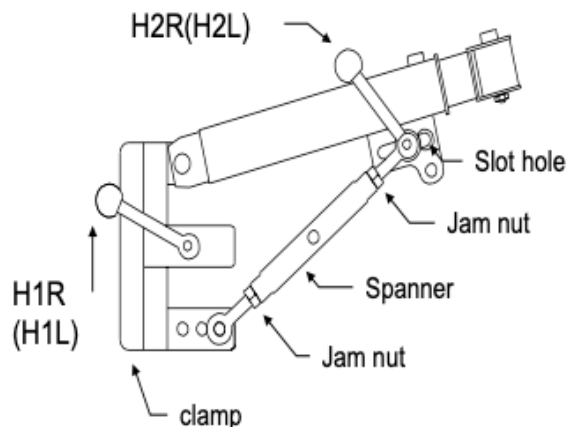

Bild 6
- Lossa nyckelspakarna H2L och H2R (bild 6) så att den kan röra sig i slitshålet. Vrid klämmorna på ett sådant sätt att den är ungefär mitt i slitshålet.
- Håll cykelfronten i handtaget och koppla den på rullstolens framsida. Stäng sedan klämmorna (bild 6) på båda sidorna. **WARNING:** Dra åt klämmorna med max 6-8 Nm!
- Skjut handtaget framåt för att lyfta rullstolens framhjul och fäst sedan spakar H2L och H2R (bild 6).
- Lossa de två spakarna H2L och H2R (bild 6); rullstolens framhjul kommer ner på marken.